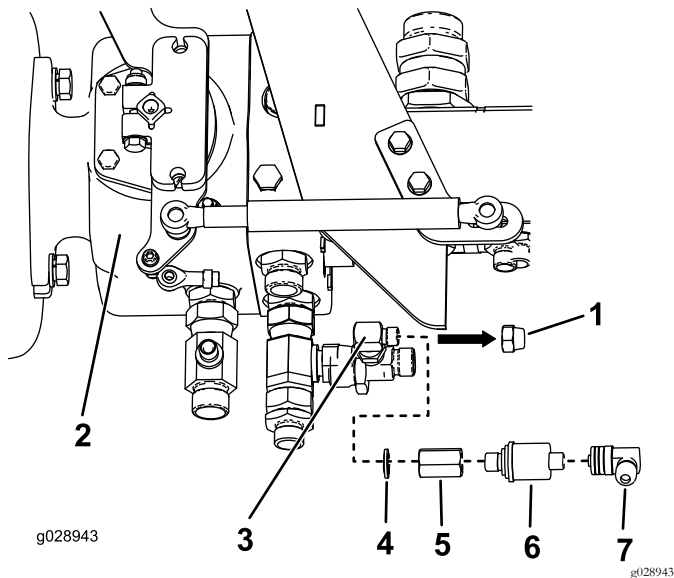
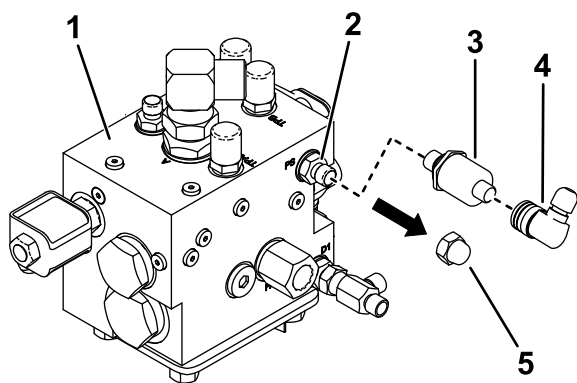

Figura 12
Figura 13
- 1. **Modelos 30654, 30655 y 30656:** localice los 3 conectores de manguera situados en el lado derecho de la bomba de la transmisión. La conexión inferior delantera de la bomba tiene un acoplamiento en T con un tapón ciego (Figura 12).
Modelo 30657: localice la parte trasera del colector de la transmisión. Hay un orificio marcado como "PS" equipado con un adaptador y un tapón ciego (Figura 13).
2. **Modelos 30654, 30655 y 30656:** Retire el tapón ciego y conecte el adaptador del interruptor de presión usando una junta de caucho-metal (Figura 12).
Modelo 30657: Retire el tapón/adaptador y la junta de caucho metal del orificio "PS" (Figura 13).
3. Conecte el interruptor de presión y apriete a 34 N·m (Figura 12 o Figura 13).
5. Instale el conector del interruptor de presión al interruptor de presión (Figura 12 o Figura 13).